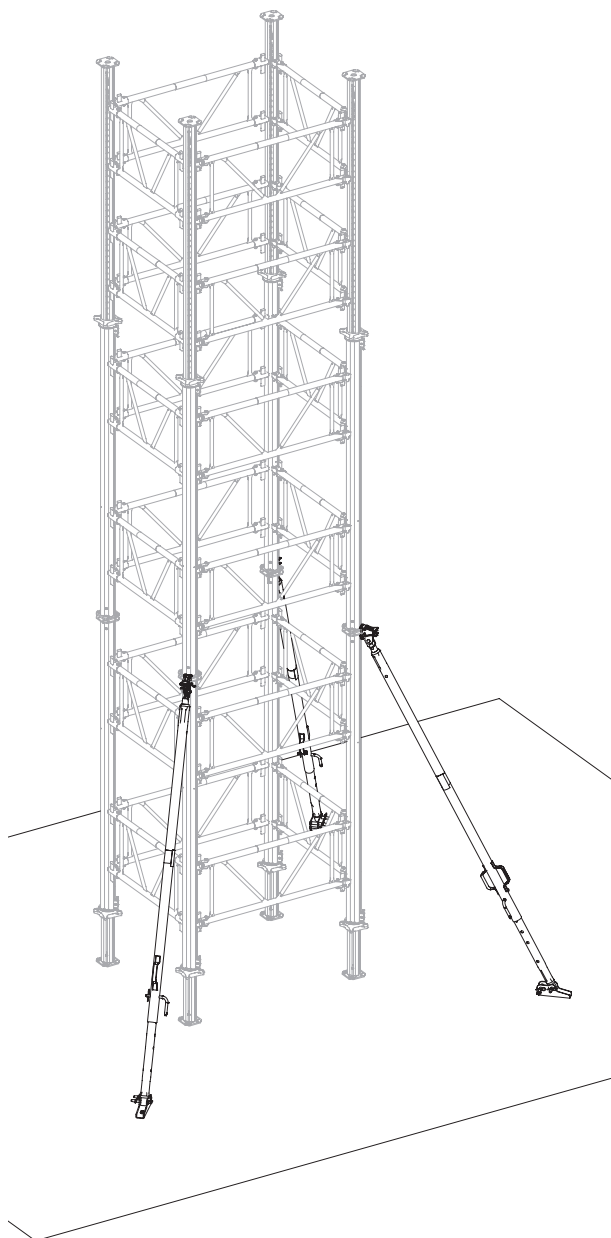

Fig. A5.02
5. Montare gli altri puntelli di stabilizzazione RS e sganciare la torre dalla gru. (Fig. A5.02)